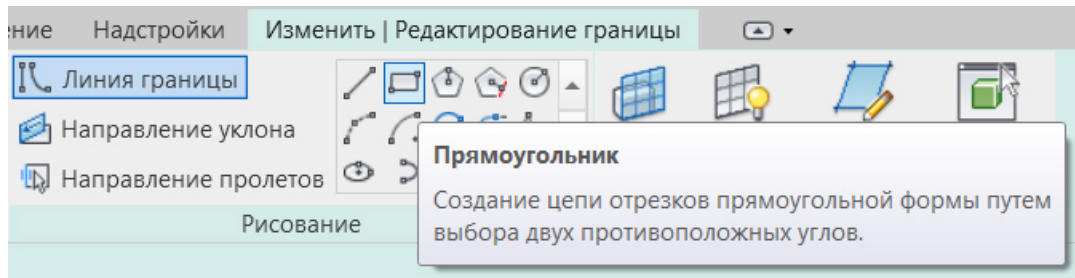
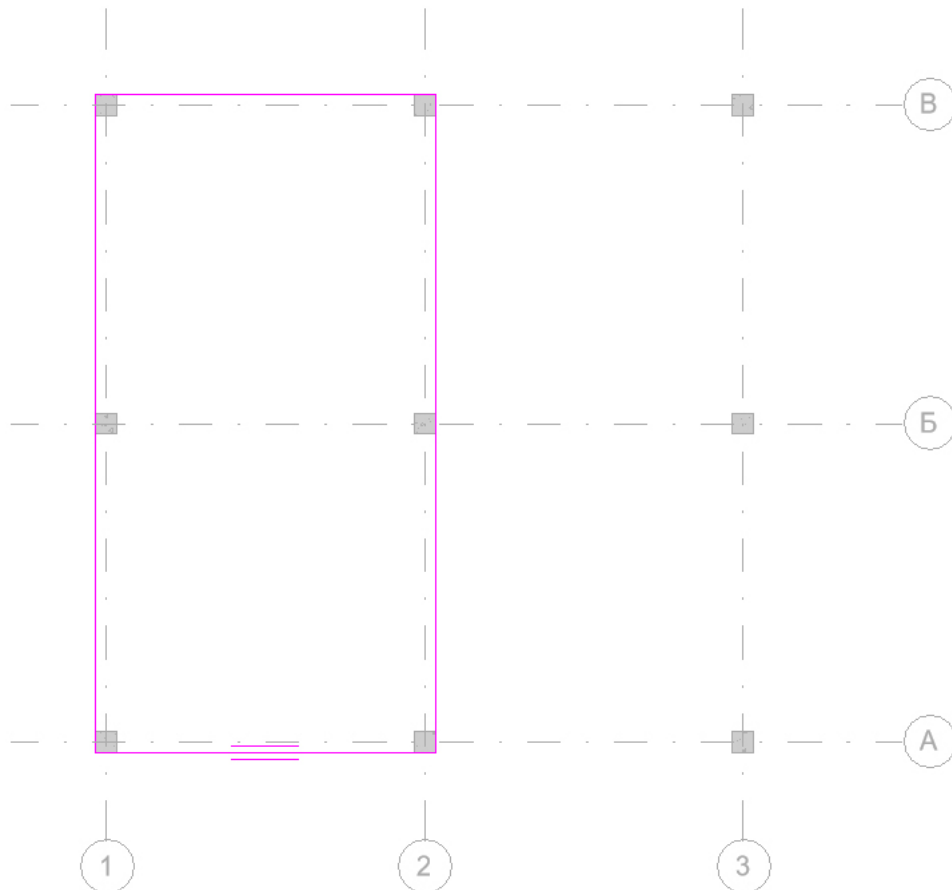
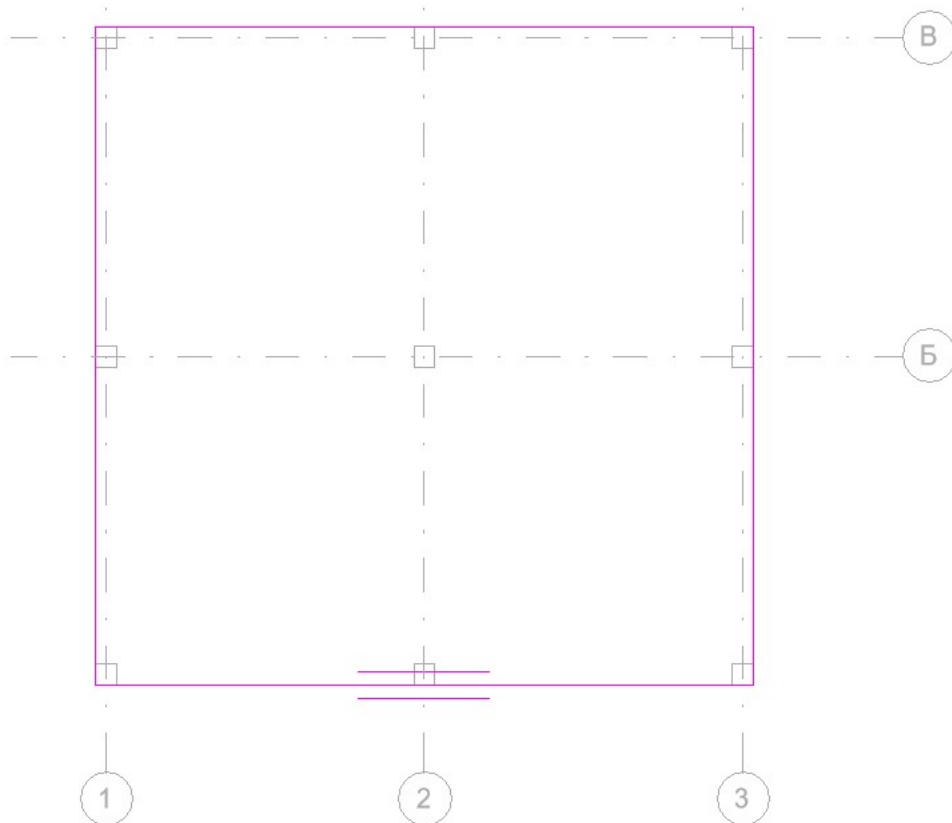

Рис. 5.1
Рис. 5.2
Рис. 5.3
5. Серед з'явившихся на стрічці кнопок у розділі *Рисование* обираємо кнопку «Прямоугольник» (рис. 5.1) і наводимо прямокутний контур плити, у зазначених осях, як показано на рис. 5.2. По завершенню утворення контуру кожної нової плити натискаємо кнопку виходу з режиму редагування .
4. Серед з'явившихся на стрічці кнопок у розділі *Рисование* обираємо кнопку «Прямоугольник» (рис. 5.1) і наводимо прямокутний контур плити, у зазначених осях, як показано на рис. 5.3. По завершенню утворення контуру кожної нової плити натискаємо кнопку виходу з режиму редагування .